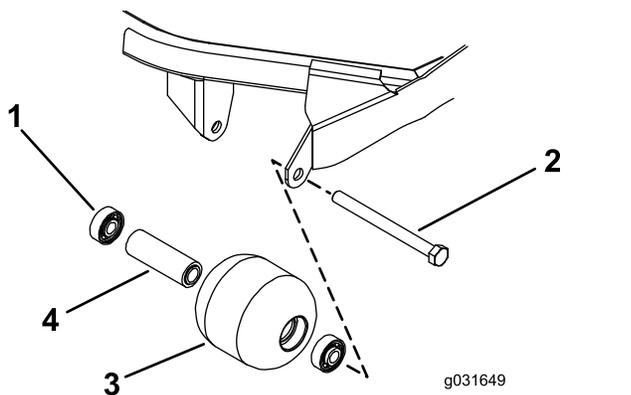

Bild 73
- Entfernen Sie die Rollenbefestigungsschraube (Bild 73).
- Prüfen Sie das Rollengehäuse, die Lager und das Distanzstück auf Beschädigungen (Bild 73).
- Drücken Sie das erste Lager in das Rollengehäuse, indem Sie nur auf den äußeren Käfig oder gleichmäßig auf den inneren und äußeren Käfig drücken (Bild 73).
- Setzen Sie ein Distanzstück ein (Bild 73).
- Drücken Sie das zweite Lager in das Rollengehäuse, indem Sie nur auf den äußeren Käfig oder gleichmäßig auf den inneren und äußeren Käfig drücken, bis es auf dem Distanzstück aufliegt (Bild 73).